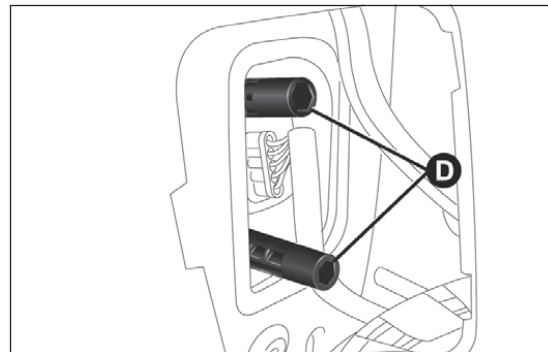

Abb. 184
- Mit dem Inbusschlüssel A die Befestigungen D Abb. 184 der Heckscheinwerfergruppe losschrauben;